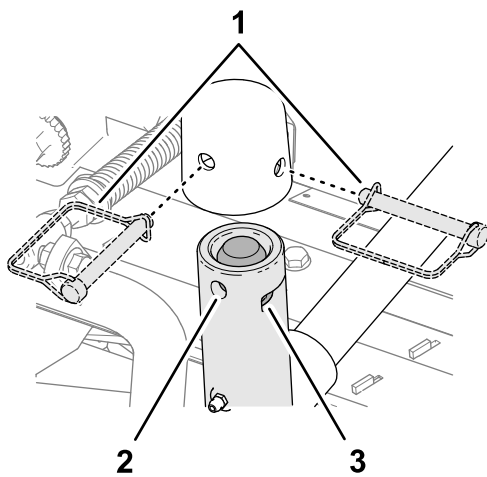

Figura 16
**Bloqueo del pivote de la unidad de corte para segar en una pendiente** – Bloquee los pivotes de las unidades de corte para evitar que las unidades de corte giren cuesta abajo al segar de través en una pendiente. Utilice el orificio del brazo giratorio (Figura 16) para bloquear la unidad de corte. Utilice la ranura si la unidad de corte es dirijible.